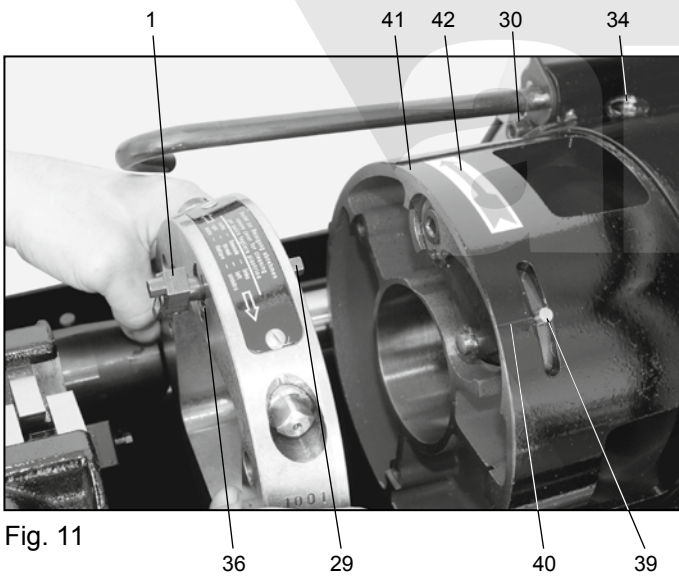

Fig. 11
- Kolek zamykający (39) (rys. 11) zużyty lub pęknięty.